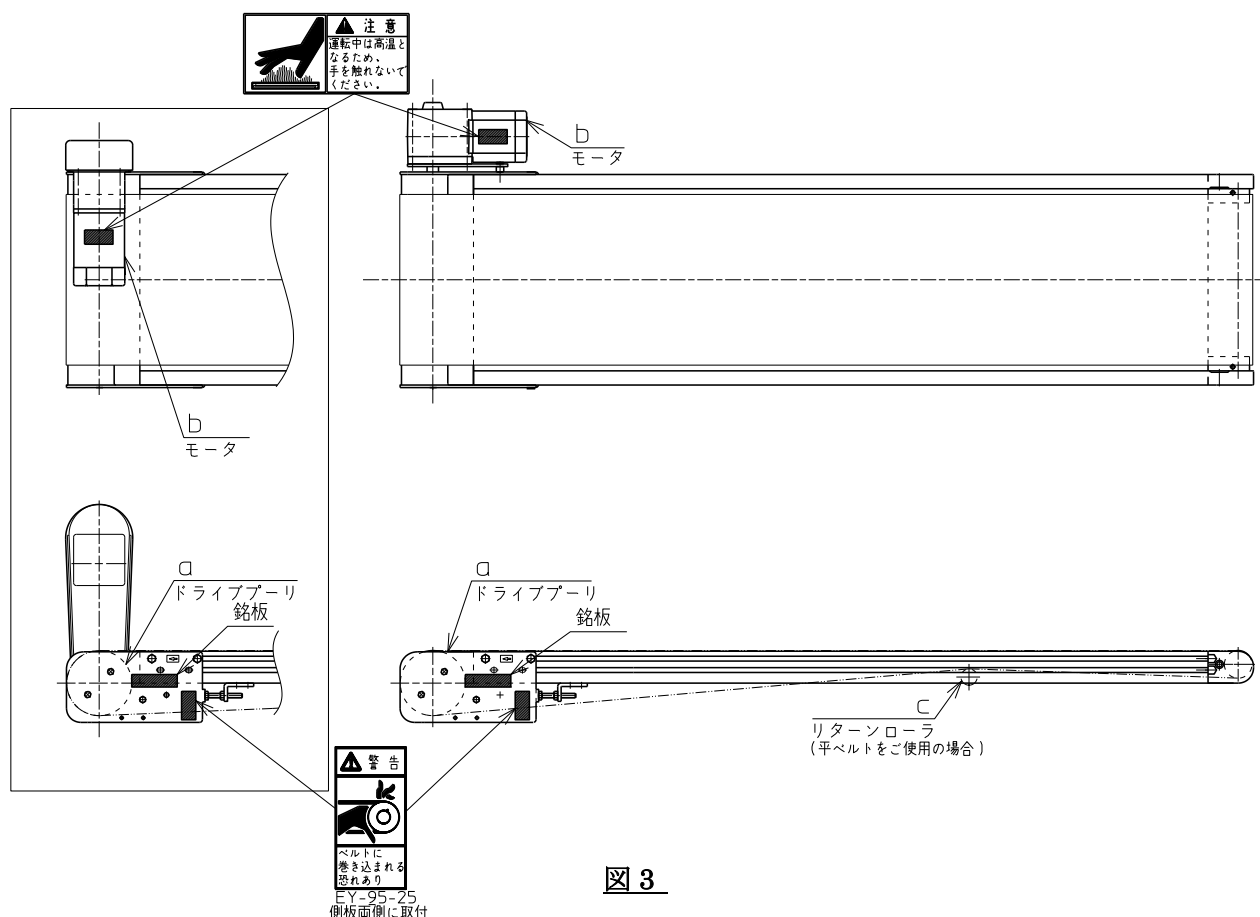

図 3
この警告ラベルは図 3 のように貼付しています。
- ・ 本機をご使用になる前に、これらの警告ラベルが図 3 のとおりに貼付しているか確認してください。万一、貼付していない、貼付していても場所が違う、種類が違うなどの問題がございましたら、ただちに弊社へ連絡してください。
- ・ 警告ラベルや銘板などが汚れたり剥がれたりしましたら、図 3 の警告ラベル下側に記入しているラベル番号を、銘板は製造番号を明示のうえ弊社へ連絡をしてください。代替の警告ラベル、もしくは銘板をお送りいたします。